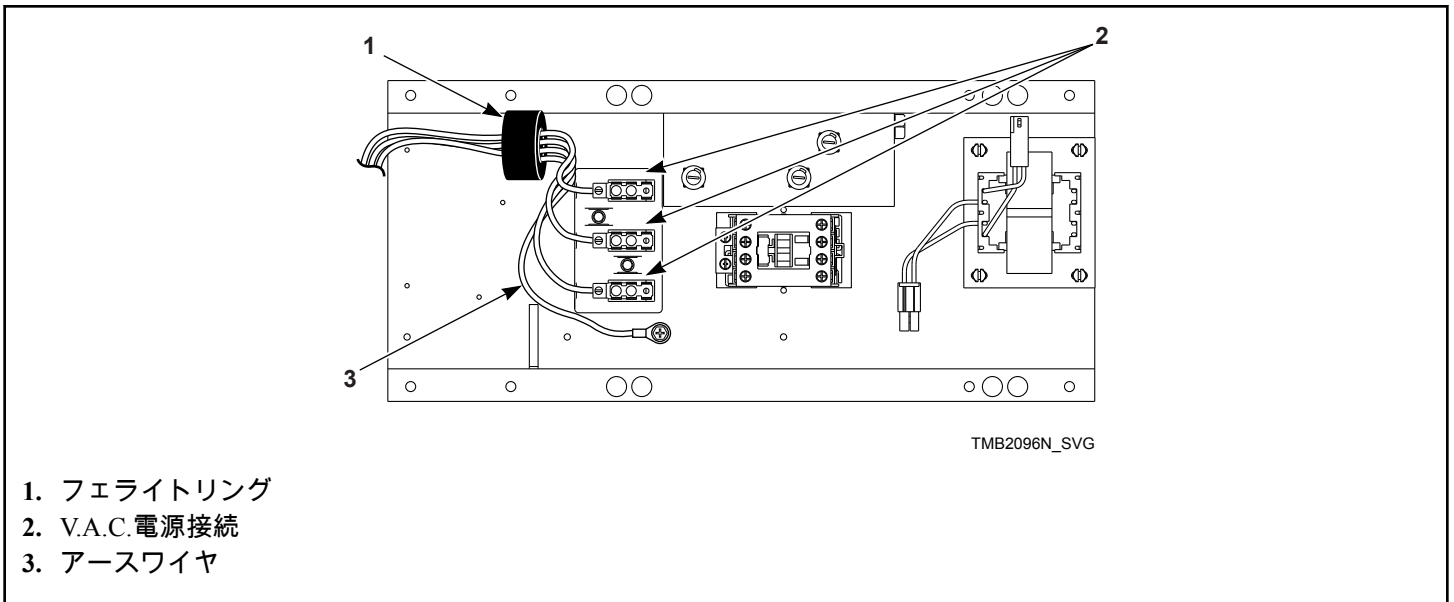

図 26
2. 図の通り、接続ボックス内のすべての引き込み線にフェライトリングをかちりという音がするまでしっかりと止めます。接続ボックスの内部についても、必ずフェライトリングを正しく設置するようにしてください。次の図 26 も参照してください。フェライトリングは、